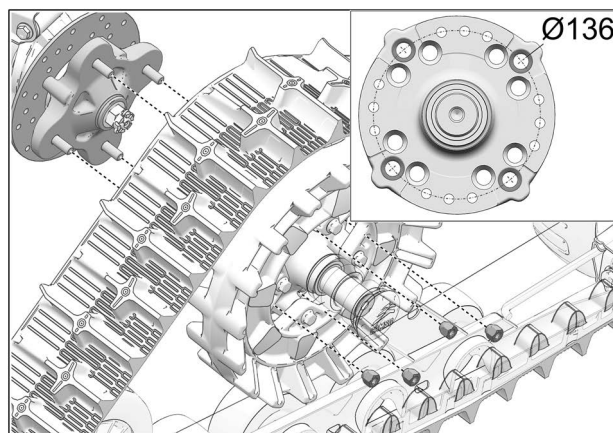

Fig. 20
10. Fixer le système de traction au moyeu de roue avant. Utiliser le cercle de perçage de $\varnothing 136$ mm et les écrous de roue d'origine du véhicule. Voir Fig. 20